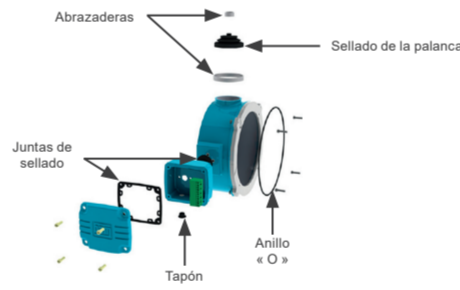

Figura 5.4: Elementos de sellado del freno W-Easy Maintenance
- 5.4. Tras el ajuste, apretar los tornillos (pos. 7) de acuerdo con el par especificado (Tabla 5.1).
Notas: (1) Inspeccionar los elementos de sellado, por ejemplo, juntas de goma, que deben ser cambiados siempre que presenten desgaste o estén dañados. (2) Para freno W-Easy Maintenance, los elementos de sellado están indicados en la Figura 5.4.
9. Para motores suministrados con palanca de desbloqueo manual, recolocar la palanca y su sellado (el cual debe ser fijado a través de abrazaderas – ver Figura 5.4).